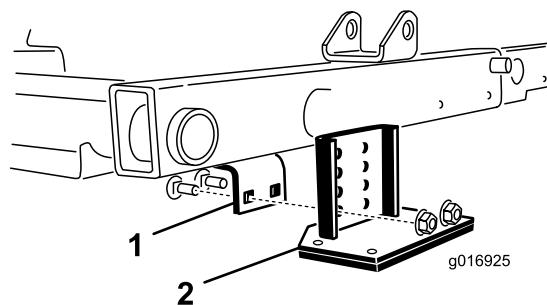

Figura 8
2. Individuate la staffa sul telaio, sopra l'apparato di taglio centrale (Figura 8).
3. Premendo verso il basso il rullo anteriore dell'apparato di taglio centrale, individuate quali fori della staffa di inclinazione si allineano ai fori della staffa portante sul telaio in modo da ottenere lo stesso contatto con il rullo anche quando è montata la staffa di inclinazione (Figura 8).
4. Abbassate gli apparati di taglio e montate la staffa di inclinazione sul telaio con (2) bulloni a testa tonda e (2) dadi forniti nel kit (Figura 8).